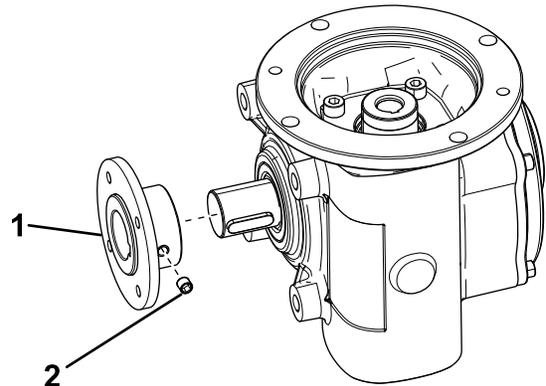

Figure 5
- Glissez l'accouplement sur l'arbre du boîtier d'engrenages et fixez-le avec une vis (Figure 5).